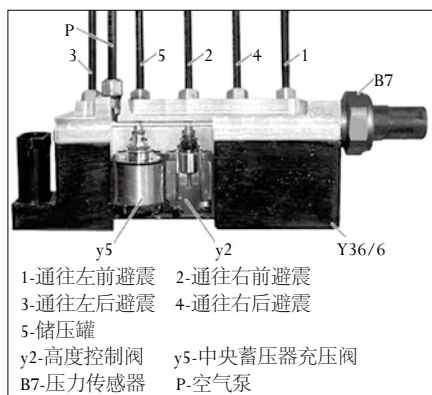

图3 Y36/6高度控制阀单元
(1) 部件Y36/6Y2右前高度阀(图3)故障;
(2) 转向角度传感器未进行初始化。